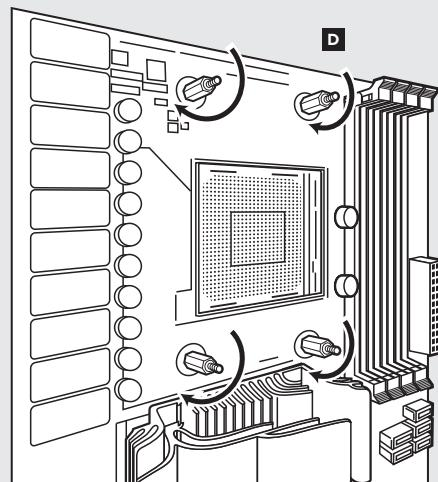

figure 2
- Serrez les quatre vis jusqu'à ce qu'elles ne puissent plus bouger. (figure 2)
- Befestigen Sie den im Lieferumfang enthaltenen AMD-Abstandhalter. (abbildung 2)
- Ziehen Sie alle vier Schrauben fest. (abbildung 2)
- Прикрепите входящую в комплект опору AMD. (Рис. 2)
- Хорошо затяните все четыре винта. (Рис. 2)
- 连接随附的AMD隔架。 (图2)
- 拧紧全部四个螺丝，直至牢牢地固定。 (图2)
- Install the AMD bracket by aligning the metal teeth, pushing in, turning 1/8th turn the opposite direction, and allowing bracket to secure (figure 2).
- Pour installer le support AMD, alignez-le avec les dents en métal, poussez-le, tournez-le d' $1/8$ de tour dans le sens inverse et vérifiez qu'il est bien immobilisé (figure 2).
- Bringen Sie die AMD-Halterung an, indem Sie die nach innen drückenden Metallzinken ausrichten und dann mit einer Achtdrehung in die entgegengesetzte Richtung drehen, bis die Halterung sicher sitzt (abbildung 2).